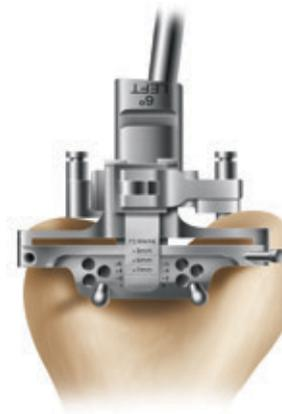

Figura 6
- 1 Utilizando el SPEED PIN[®] sin cabeza, fije la guía de corte femoral al fémur anterior empleando los orificios marcados «0», a menos que la guía toque hueso lateral. Una vez que se haya notado la resección femoral distal adecuada, deberá colocarse otro SPEED PIN con cabeza o sin cabeza oblicuamente para proporcionar más estabilidad (figura 6).